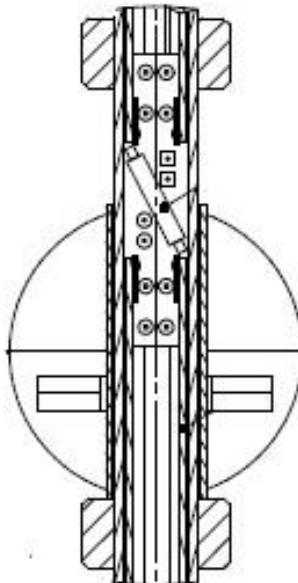

Рисунок 7.1 – Сегмент с поплавком
⑤), поплавок ⑦ и ограничивающие его движение кольца ⑥. Один сегмент (см. рис. 7.1) предназначен для сигнализации одного уровня жидкости. Между корпусом (или кабельным вводом) и монтажным соединением расположен вертикальный патрубок, предназначенный для регулировки положения сигнализатора уровня в зависимости от изменения плотности (См. раздел 8).